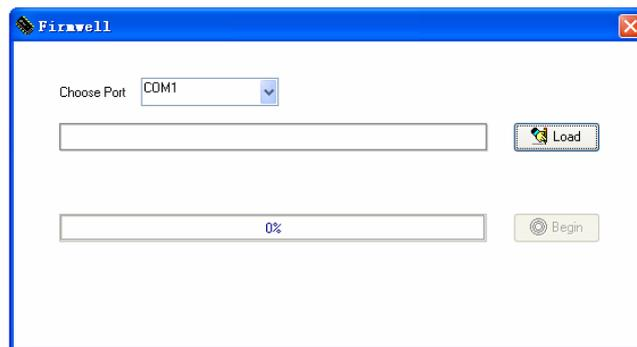

图 1
- 2) 在 Life Express 基因扩增仪软件包中双击 Life Express_up.exe 启动升级软件, 打开软件升级界面 (如图 1);